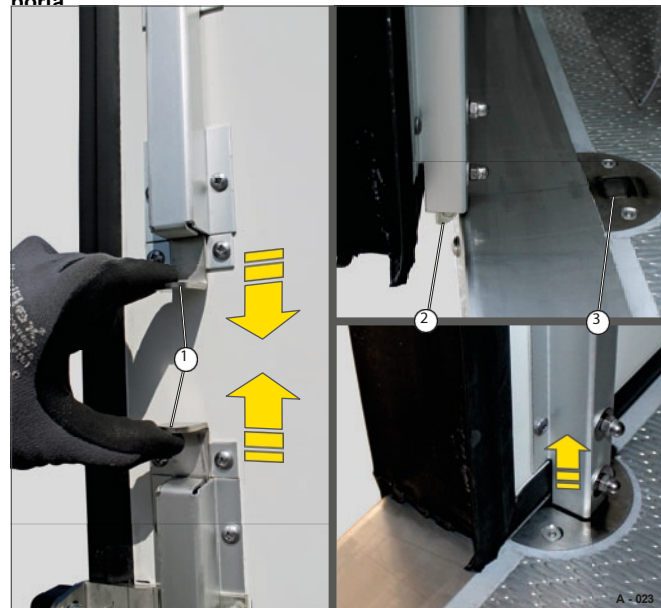

Fig. 23 Desbloqueio do fecho da folha da porta
► Pressionar as hastes superior e inferior (Fig. 23/1) uma contra a outra.
Os trincos (Fig. 23/2) em cima e em baixo saem das bolsas dos trincos (Fig. 23/3).
► Pressionar as hastes superior e inferior em conjunto e fechar a folha da porta ao mesmo tempo - ver página 57 (Fig. 23).